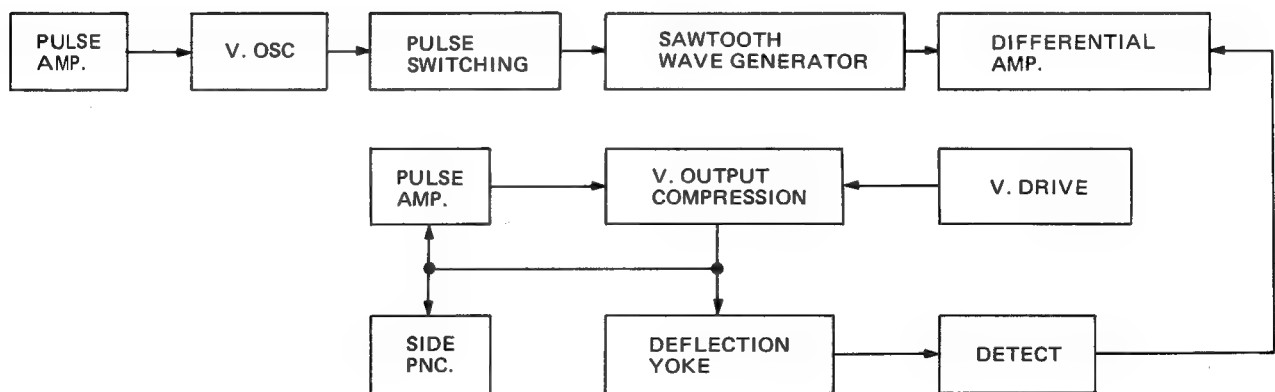

Fig. 46 Abb. 46
1. Vertical Oscillation Circuit (See Fig. 46)